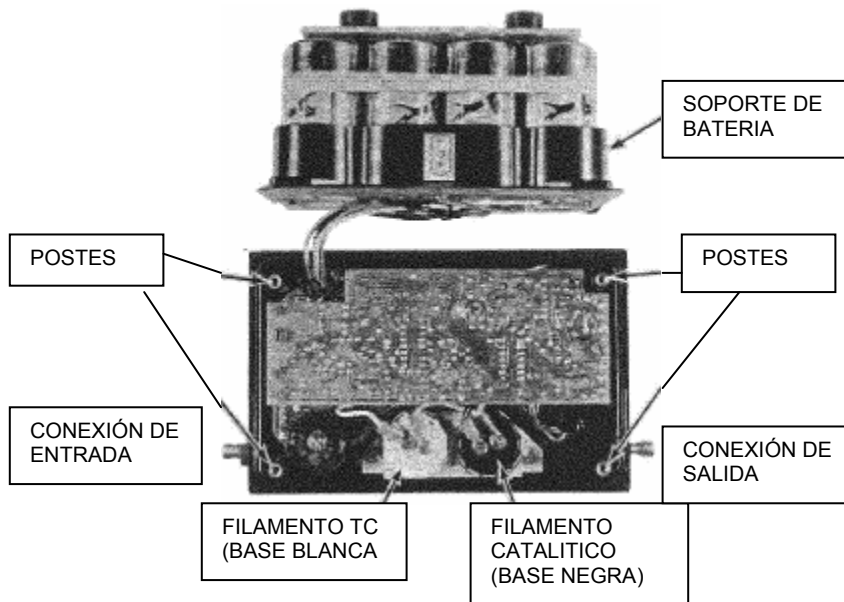

Figura 4-1. Localización de Filamentos.
VERIFICACIÓN DE FUGAS. Para verificar fugas en el sistema de muestreo, tape el adaptador de entrada con un dedo de la mano izquierda y presione la bombilla del aspirador. Luego, inmediatamente tape la salida de la bombilla del aspirador con un dedo de la mano derecha. Si la bombilla permanece desinflada mientras que la conexión de entrada y la salida de la bombilla están tapados, el sistema esta libre de fugas. Si se infla, un sello del filamento, la bombilla del aspirador o un empaque en las conexiones de entrada o de salida del instrumento esta fugando. Primero verifique el sello del filamento abriendo la tapa y apriete ambos filamentos, Figura 4.1, Repita la verificación de fugas descrito arriba; si la bombilla permanece inflada, entonces verifique los empaques y la bombilla. Para verificar la bombilla del aspirador, tape la conexión de entrada con un dedo y presione la bombilla. Si la bombilla se infla en menos de 6 segundos, reemplácela por una nueva.
| La aguja se desvía más allá del extremo superior de la escala cuando el instrumento se enciende, interruptor de ON/OFF en posición ON; con el interruptor RANGE en 0-5. El medidor no puede ponerse a cero con el control ZERO. El indicador READY se enciende | <ol style="list-style-type: none"> 1) La conexión del filamento catalítico (base negra) puede estar floja ó 2) el filamento se abrió | <ol style="list-style-type: none"> 1) Apriete los tornillos asegurando los alambres del filamento a la base negra (vea Figura 4-1) ó 2) reemplace el filamento realizando el procedimiento Reemplazando el Filamento Catalítico |
| La aguja se desvía abajo del cero y no puede ser ajustada con el control ZERO, con el interruptor RANGE puesto a 0-5. El indicador READY no enciende. | Las terminales del filamento catalítico pueden tener un corto circuito. | Remueva el corto circuito entre las terminales (vea Figura 4-1) |
| La aguja se desvía abajo del cero cuando el instrumento se enciende, interruptor de ON/OFF en posición ON; con el interruptor RANGE en 0-100. El medidor no puede ponerse en cero con el control ZERO. El indicador READY se enciende. | <ol style="list-style-type: none"> 1) La conexión del filamento TC (base blanca) puede estar floja ó 2) el filamento se abrió | <ol style="list-style-type: none"> 1) Apriete los tornillos asegurando los alambres del filamento a la base blanca (vea Figura 4-1) ó 2) Reemplace el filamento realizando el procedimiento Reemplazando Filamentos TC |
| La aguja se desvía más allá del extremo superior de la escala cuando el instrumento se enciende, interruptor de ON/OFF en posición ON; con el interruptor RANGE en 0-100. El medidor no puede ponerse a cero con el control ZERO. El indicador READY no enciende | Las terminales de los filamentos TC pueden tener un corto circuito | Remueva el corto circuito entre las terminales (vea Figura 4-1) |
2. Invierta el instrumento y colóquelo sobre su tapa. Gire el instrumento de tal forma que los adaptadores de entrada y salida estén posicionados como se muestra en la Figura 4-1. Quite la sección del fondo de la caja.
3. Saque los cuatro tornillos y arandelas de seguridad, que asegura la porta batería a los postes, Figura 4-1.
4. Remueva los dos tornillos que aseguran los alambres del filamento a la base negra, Figura 4-1.
2. Invierta el instrumento y colóquelo sobre su tapa. Levante la sección del fondo de la caja. Gire el instrumento de tal forma que los conexiones de entrada y salida estén en la posición que se muestra en la figura 4-1.
3. Quite cuatro tornillos y las arandelas de seguridad de la porta baterías a los postes, Figura 4-1. Levante la porta baterías y colóquela a un lado como se muestra.
4. Quite dos tornillos que aseguran los alambres del filamento a la base blanca, Figura 4-1.
5. Quite dos tornillos que aseguran los alambres del filamento a la base negra, figura 4-1.
15. Inserte el filamento en la base negra en la cámara más cercana a la conexión de salida de salida. Apriete el filamento girando la base en el sentido de las manecillas del reloj, de manera que su empaque quede firmemente asentado contra el bloque. Vea Figura 4-1